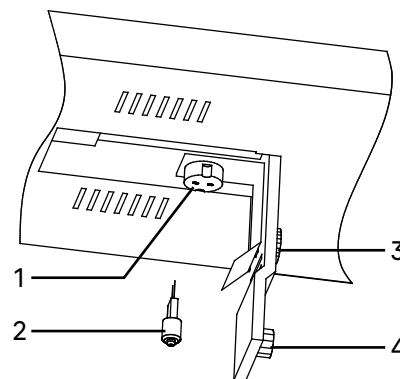

Рис. 18. Замена лампы
- ослабьте винт 1 и откройте дверцу, как показано на рис. 18;